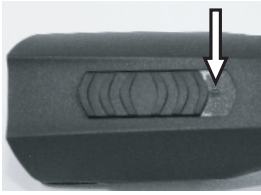

Abb. 4 Schiebeschalter in AUS-Position („0“)
1. Die Kontakte der Schermaschine (1) und des Akkus (2) auf Fremdkörper und Verschmutzung überprüfen.
2. Sicherstellen, dass der Schalter schieber der Schermaschine in Position AUS („0“) steht (Abb. 4).
1. Schiebeschalter auf Position „0“ schieben (Abb. 4).
2. Die Akkuverriegelung (2) beidseitig nach innen drücken und Akku (1) aus der Schermaschine ziehen.